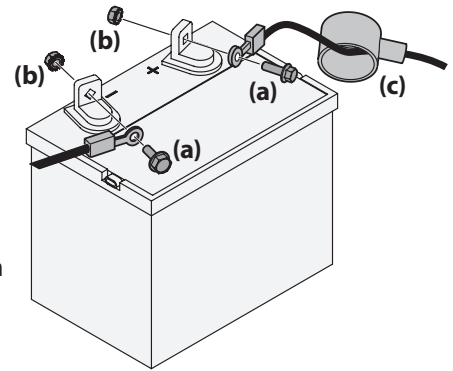

Figure 17
- Retirez le protecteur en plastique, le cas échéant, de la borne positive. Connectez le raccord rouge à la borne positive (+) avec un boulon et un écrou. Voir Figure 17.
- Retirez le protecteur en plastique, le cas échéant, de la borne négative de la batterie et fixez le câble noir à la borne négative (-) avec un boulon (a) et un écrou (b). Voir Figure 17.
- Remplacez le capuchon rouge en caoutchouc (c) sur la borne positive (+) de la batterie pour la protéger contre la corrosion. Voir Figure 17.